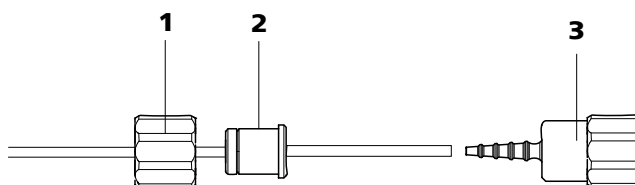

Figure 33 Installer une connexion pour tuyau de pompe sans filtre
- **Cas B:** une connexion pour tuyau de pompe **sans filtre** 6.2744.160 (voir Figure 33, page 60).